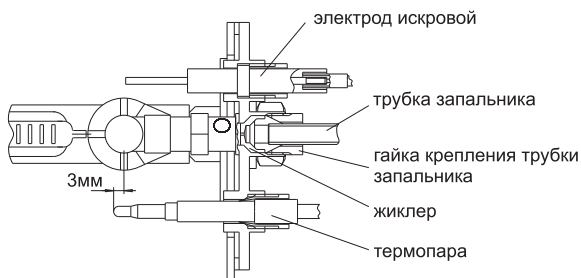

**Рис. 2. Установка конвектора**
**6.3.1.** В наружной стене здания согласно рис.2 пробить горизонтальный канал диаметром 230 мм. С целью обеспечения возможности обслуживания дымовоздушного блока в процессе эксплуатации конвектора, рекомендуется разместить канал в непосредственной близости от окна, но с учетом действующих ограничений (см. табл. 3). При этом необходимо учитывать, что для обеспечения установки и снятия конвектора, а также для снятия и установки газогорелочного устройства перед фронтом конвектора на расстоянии **не менее 580 мм от стены и на расстоянии не менее 750 мм от оси канала** в направлении автоматики безопасности не должно быть никаких строительных элементов или стационарно установленного оборудования.
**6.3.2.** Установить патрубок воздуховода 2 (рис. 2) на оси канала горизонтально так, чтобы торец выступал над внутренней плоскостью стены на 25 мм и зафиксировать патрубок деревянными клиньями, во избежание его деформации.
**6.3.3.** Установить газоход наружный 4 (рис.2) заподлицо с внешней плоскостью стены горизонтально по оси канала, совместив при этом вставку 3 и воздуховод 2. (разрывы в соединениях не допускаются), и зафиксировать деревянными клиньями.
**6.3.6.** Зафиксировать на стене шпильки крепления конвектора (рис.2).
**6.3.8.** Установить конвектор проушинами 5 (рис.2) на шпильки крепления 6 (рис.2), соединив при этом патрубок дымохода с фиксированным патрубком газохода наружного. Патрубок воздуховода 2 (рис.2) разместить в кольцевом пазе конвектора на прокладку (базальтовый шнур). **Выставить вертикально конвектор и закрепить его гайками п.6, обеспечивая при этом плотный и герметичный прижим конвектора к воздуховоду.** Установить прижимы и закрепить ими воздуховод в пазе конвектора.